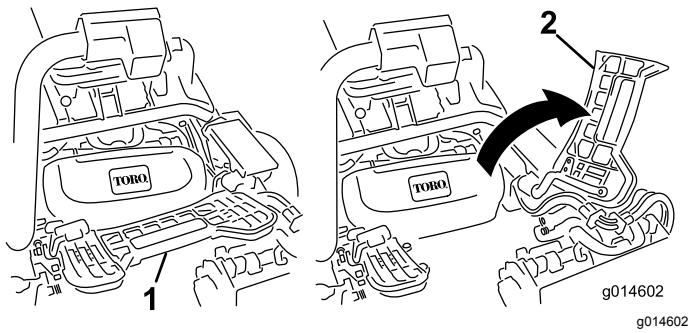

Bild 28
1. Heben Sie die Fußplattform an und schwenken sie in die geöffnete Stellung, um die Stellung des mittleren Mähwerks zugänglich zu machen (Bild 28).